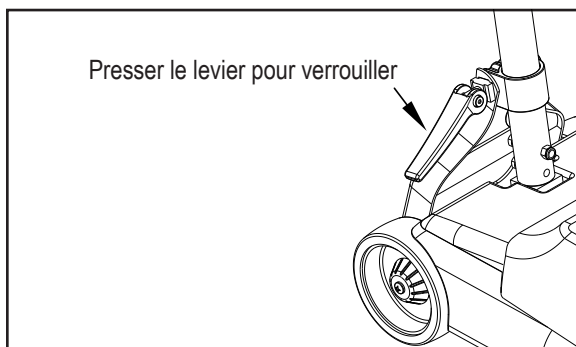

Figure 9
- 2 Verrouiller le timon dans la position la plus confortable pour le travail (Voir fig. 9)